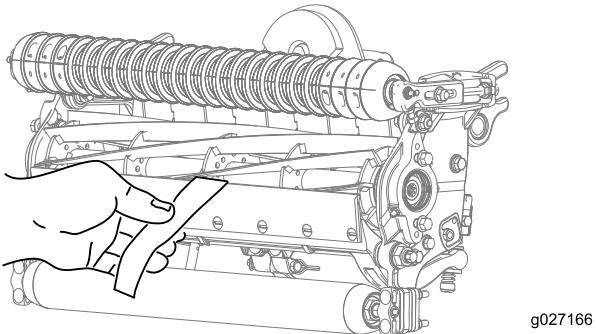

図 10
- 切れ味確認用のトロ製試験ペーパーを一枚、リールと下刃との間に、下刃に対して直角になるように差し入れて、カッティングユニットの切れ味をテストする図 10。